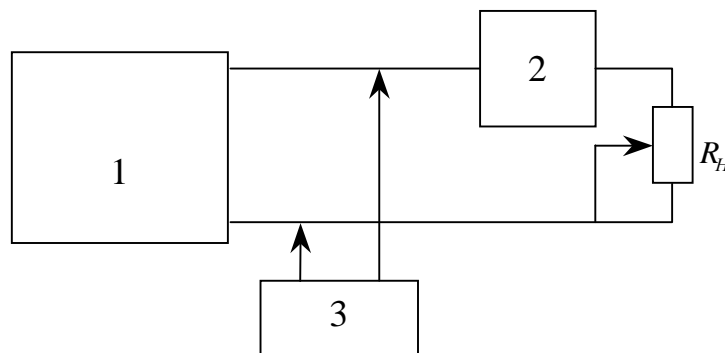

Рис.3. Схема соединения при проверке нестабильности выходного напряжения питающей сети:
6. Для определения нестабильности выходного напряжения при изменении напряжения питающей сети на  $\pm 10\%$  от номинального значения в режиме стабилизации напряжения используются приборы, схема соединения которых изображена на рис.3.
8. Нестабильность выходного напряжения при изменении тока нагрузки от нуля до до 0.9 максимального значения определяется с помощью приборов, соединенных по схеме, приведенной на рис.3.
10. Пульсации выходного напряжения в режиме стабилизации напряжения определяются по структурной схеме, изображенной на рис.3, в которой вместо измерителя нестабильности В8-1 на выходные клеммы прибора поочередно включаются милливольтметр переменного тока В3-38 и осциллограф С1-48Б.